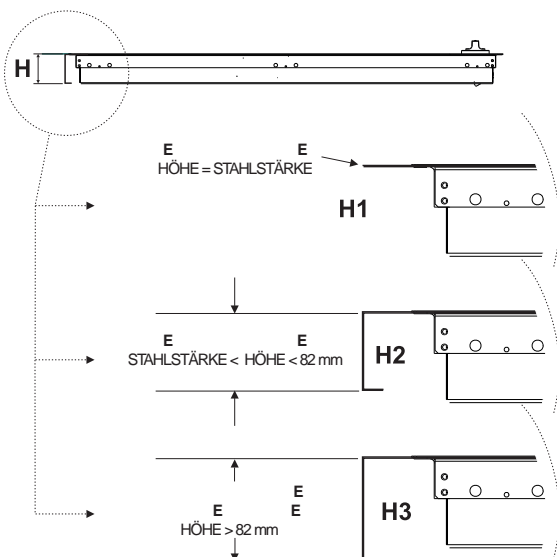
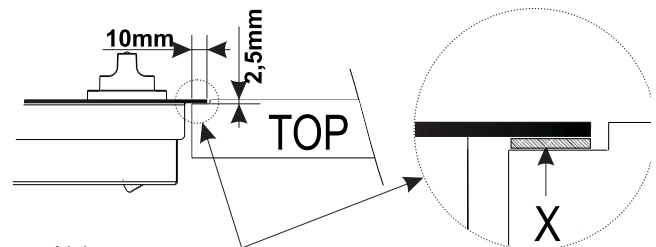

Abb.4
Abb.5
- **Klasse 1:** alle Modelle mit einer Randhöhe von mehr als/gleich 82 mm (siehe folgende Seite, Abb. 4, Detail H3).
- **Klasse 3:** alle Modelle mit einer Randhöhe von weniger als 82 mm (siehe folgende Seite, Abb. 4, Details H1 und H2).
1-Einbaukochmulden (Klasse 3) zur flächenbündigen Installation (siehe Abbildung 4, Detail H1). In diesem Fall ist für die Installation ein Ausschnitt in der Arbeitsfläche vorzusehen, dessen Größe den äußeren Abmessungen der Kochmulde verringert um 2 cm pro Seite entspricht, so dass eine 1 cm breite Auflagefläche für die Kochmulde auf der Arbeitsfläche erhalten wird (siehe Abbildung 5). Zum flächenbündigen Einbau ist daraufhin eine weitere Vertiefung an selbiger Auflagefläche vorzusehen, so dass sowohl der Rand der Kochmulde als auch die sich unter dem Rand befindliche Dichtung darin Platz hat. Bevor Sie die Kochmulde an der Arbeitsfläche befestigen, verlegen Sie bitte die "X" (mitgelieferte) Dichtung unter dem Kochmuldenrand, wie in der Abbildung 5 veranschaulicht.
2-Einbaukochmulden (Klasse 3) mit einem weniger als 82 mm hohen Rand (siehe Abbildung 4, Detail H2). Zur Installation der Kochmulde ist in der Arbeitsfläche ein Ausschnitt vorzusehen, der groß genug ist, um darin den gesamten unteren Kasten der Kochmulde unterzubringen. Dabei ist darauf zu achten, dass zwischen Letzterem und der Arbeitsplatte aus Holz rund herum mindestens 1 cm Luft gelassen wird (der untere Teil des Kastens kann auch in direktem Kontakt sein).
3-Aufsatzkochmulden (Klasse 1) mit einem mehr als 82 mm hohen Rand (siehe Abbildung 4, Detail H3). In diesem Fall ragt der untere Kasten der Kochmulde nicht über den Rand selbiger heraus. Bei Aufsatz auf einer Arbeitsplatte sind lediglich die notwendigen Öffnungen zur Durchführung der Gasleitung und des Stromkabels vorzusehen.